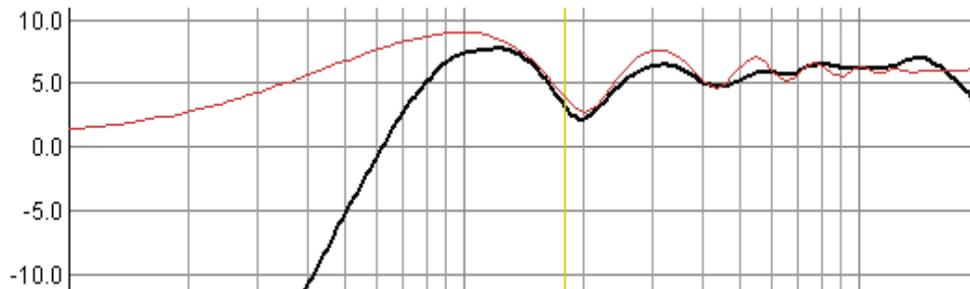

Bild 5.10: Simulierter Einfluss (rot) einer 25x25cm Schallwand in 30cm Abstand.
**Anmerkung 1:** Bedenken Sie bei dieser Methode, dass sowohl Form und Größe der Schallwand, als auch der Einbauort des Hochtöners in der Schallwand Einfluss auf den Frequenzgang hat. Die Auswirkungen der Einbaubedingungen können z.B. mit EDGE recht zutreffend simuliert werden (s. Bild 5.10).